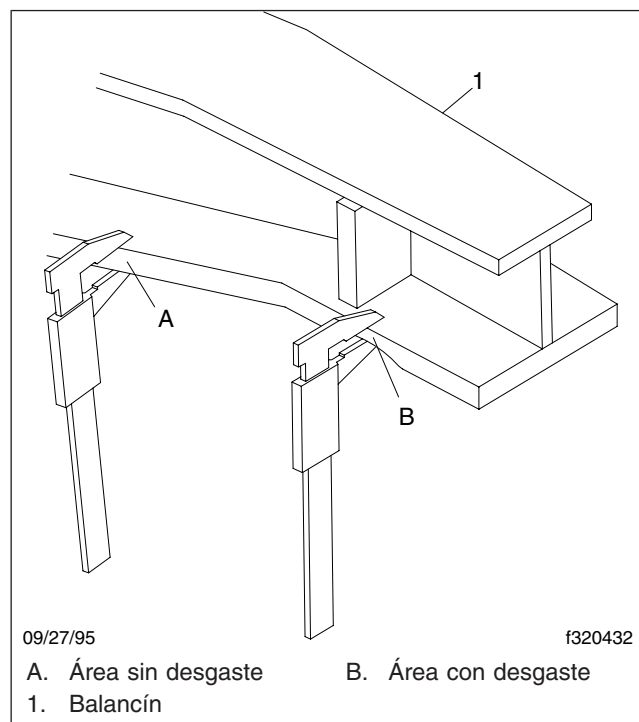

Figura 7, Grosor del desgaste en el extremo del balancín
- Manipule el balancín de modo que se pueda utilizar un micrómetro, un calibrador Vernier o un calibrador con dial para determinar el grosor del área de desgaste en la cara inferior. Vea la **Figura 7**. Hay que medir el área de desgaste a una distancia mínima de 1/2 pulgada de los bordes de la brida del balancín para eliminar cualquier desgaste que haya ocurrido en los bordes. Para determinar la cantidad de desgaste, reste el grosor del área desgastada al área sin desgaste.